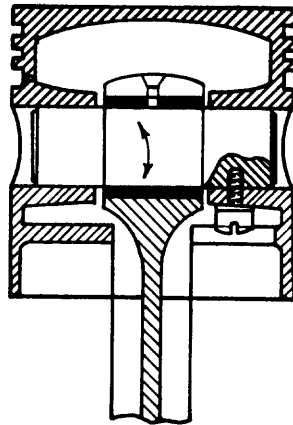

Fig. 6
- Fijo en el pistón y libre en la biela (fig. 6).